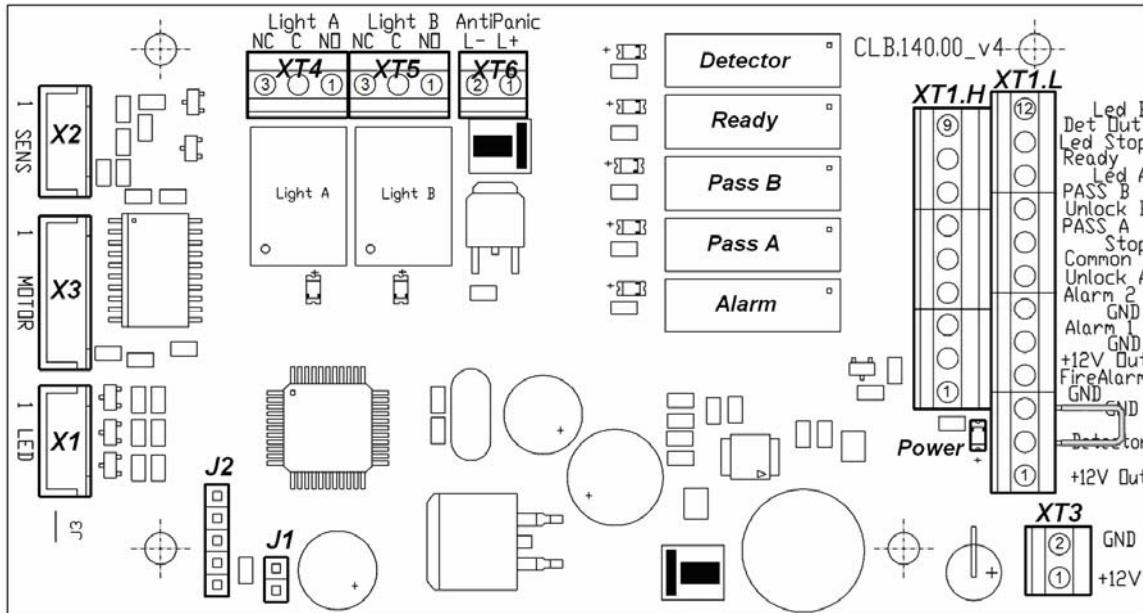

Рисунок 5. Внешний вид платы управления
ПДУ подключается к плате управления гибким многожильным кабелем (12) через клеммную колодку **XT1.L** (см. рис. 5 и 12).
Изменить ориентацию ПДУ относительно установки турникета (если по месту установки турникет обращен к оператору не лицевой, а тыльной стороной) можно, поменяв местами провода от ПДУ, подключаемые на контакты *Unlock A* и *Unlock B*, а также *Led A* и *Led B* соответственно (см. рис. 5 и 12).
Общий вид платы управления показан на рис. 5. На плате расположены:
Подключение указанных устройств производится с помощью кабеля (5) к соответствующим клеммным колодкам **XT1.L** и **XT1.H** платы управления в соответствии со схемой электрических соединений (см. рис. 5 и 12).
Обозначения установленных на плате управления клеммных колодок и назначение их контактов показаны на рис. 5.
Факт срабатывания/отпускания реле *PASS A*, *PASS B*, *Ready*, *Detector* и *Alarm* можно определить по загоранию/гашению красных индикаторов, которые установлены вблизи указанных реле (см. рис. 5).
Режим управления определяется наличием перемычки на разъеме *J1* (расположение разъема *J1* показано на рис. 5 и на наклейке, расположенной на внутренней поверхности крышки с блоком индикации (2): перемычка установлена – импульсный режим управления, перемычка снята – потенциальный режим управления). При поставке перемычка установлена.
Подключение ДКЗП производится к контактам, клеммной колодке **XT1.L**, а сирены клеммной колодки **XT1.H** платы управления согласно схеме электрических соединений (см. рис. 5 и 12). ДКЗП должен иметь нормально-замкнутые контакты.
На контакты *Det Out* и *Common* клеммной колодки **XT1.H** платы управления (рис. 5) всегда транслируется сигнал о текущем состоянии ДКЗП.
Подключение устройства, подающего команду аварийного открытия прохода, производится к клеммной колодке **XT1.L** платы управления согласно схеме электрических соединений (см. рис. 5 и 12). Если вход *Fire Alarm* не используется, то необходимо установить перемычку между контактами *Fire Alarm* и *GND*. При поставке данная перемычка установлена.